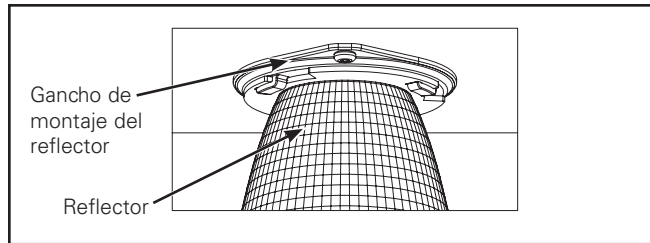
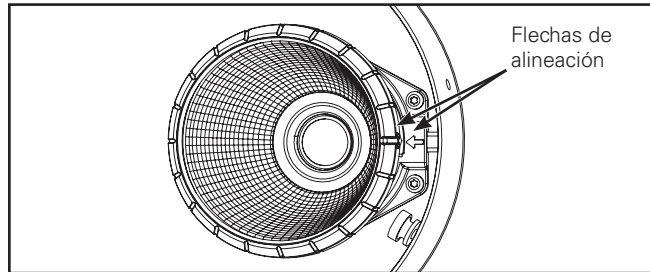

Figura 10.
Figura 11.
4. Inserte la unidad óptica primero en la brida del alojamiento mientras sujeta el reflector metálico y no el soporte de goma. Coloque la brida sobre el gancho de montaje del reflector y presione firmemente, luego gírela en sentido horario hasta que los 3 pasadores se enganchen en su lugar (Figura 10). Asegúrese de que las flechas de rotación en el soporte y el gancho de montaje del reflector estén alineados para medios direccionales opcionales (Figura 11).